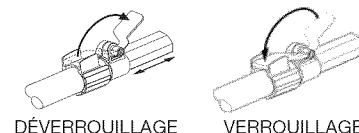

Figure 27 – Extension de la perche télescopique
1. Pour étendre la perche, desserrez le levier de serrage (voir figure 27). La perche glisse alors librement.
3. Pour verrouiller la perche dans une position donnée, resserrez le levier de serrage (voir figure 27).